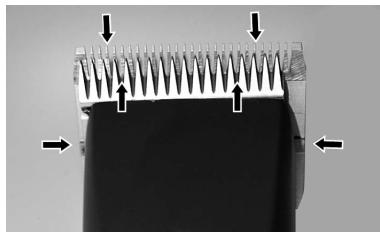

Fig. 22
För att uppnå ett bra klippresultat och för att öka klipperns och klipphuvudets livslängd måste du lägga på en tunn oljefilm mellan över- och underskäret (fig. 22).
- Smörj skären tillräckligt mycket under klippningen (minst var femtonde minut), så att de inte torkar (fig. 22).
Skären måste smörjas före, under och efter varje användning. När klipperns skär lämnar ränder eller går med lägre hastighet är det ett tecken på att det behövs olja. Lägg några droppar olja fram på och tvärs över klippeskären (se pilarna i fig. 22). Torka bort överskottsolja med en mjuk, torr trasa. Smörsprayer innehåller inte tillräckligt mycket olja för att smörjningen ska bli bra, men kyler skären. Byt omedelbart skadade eller slöa skär för att undvika skador.